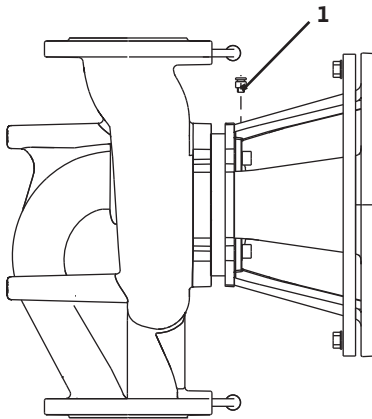

Fig. 17: Válvula de ventilación
- La válvula de ventilación (Fig. 17, pos. 1) debe estar orientada siempre hacia arriba.